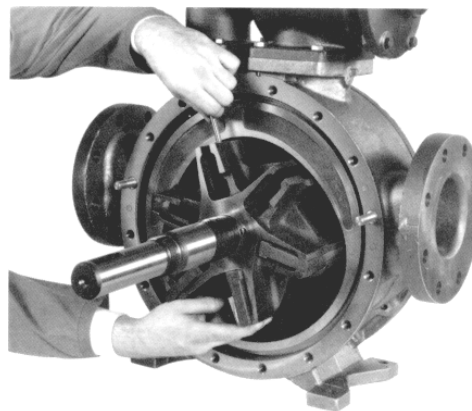

Рисунок 7
- b. Часть ротора (13) должна находиться вне корпуса (12) так, чтобы три нижних лопатки (14) (закругленным краем наружу) могли вставляться в пазы ротора и удерживаться там, в то время как будут установлены все три толкателя (77). См. Рис. 7.
- c. Теперь можно **полностью** поместить в корпус (12) ротор и вал (13) с установленными тремя нижними лопатками ротора (14).
- d. Установите остальные лопатки (14) в верхнем положении ротора (13).